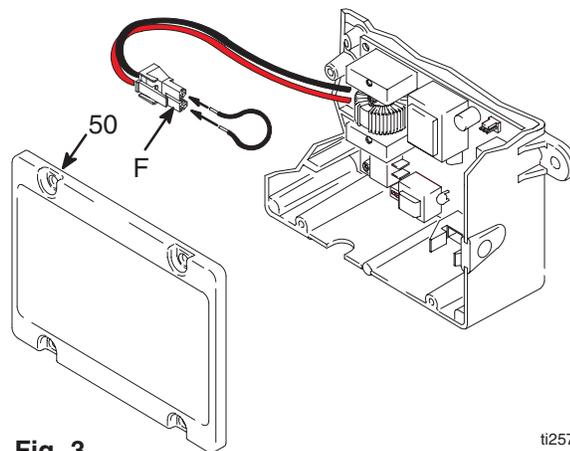

Fig. 3
3. Fig. 3. Enlever le couvercle de la régulation de pression (50). Débrancher le connecteur (F).